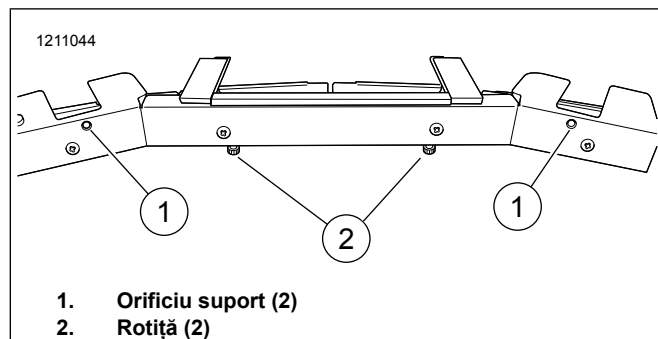

Figura 4. Orificii suport montare
3. A se vedea figura 4. Așezați lumina pe o zonă de lucru cu roțițele (2) în jos și orificiile suportului (1) în sus.
12. A se vedea figura 4. Strângeți șurubul suportului de montare (2) pentru a fixa lumina pe parbriz.